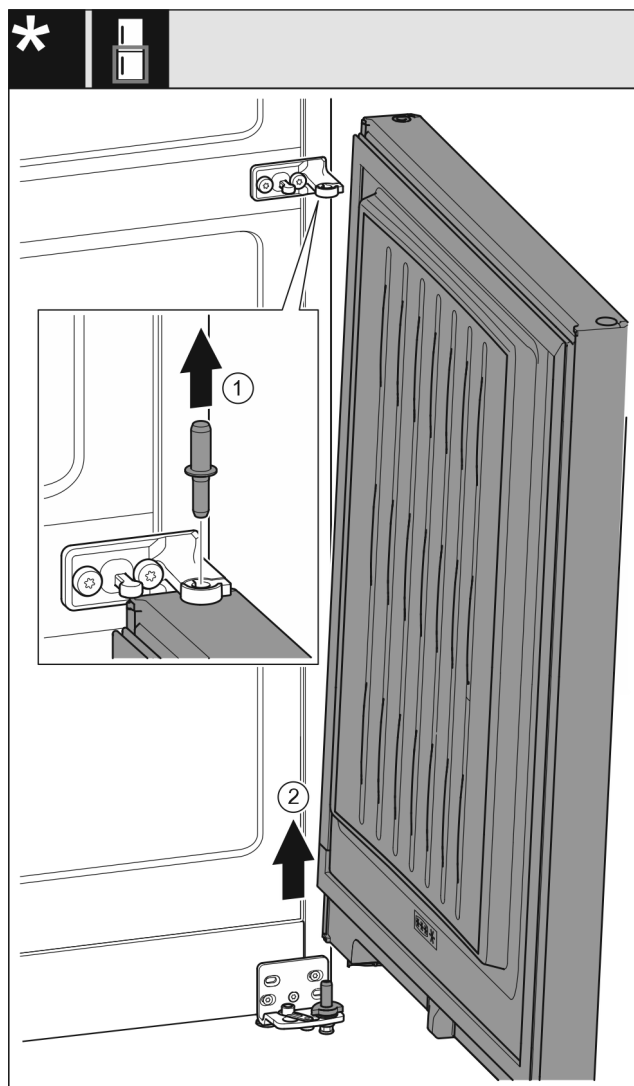

Fig. 9 Без затварящ демпфер
- Издърпайте болта Fig. 9 (1) нагоре.
- Завъртете навън вратата Fig. 9 (2), издърпайте я нагоре и я сложете настрана.